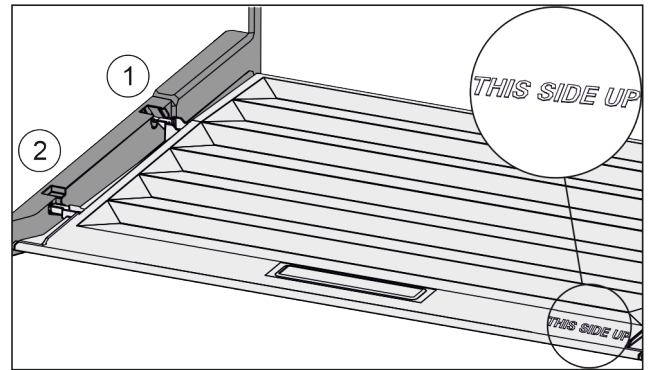

Fig. 143
- ▶ Dekselranden via de opening van de achterste houder Fig. 143 (1) aanbrengen en van voren in de houder Fig. 143 (2) klikken.